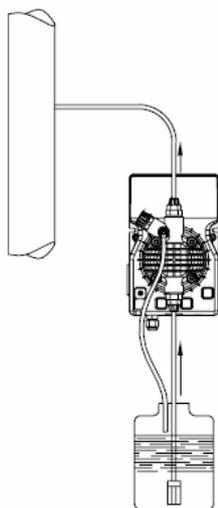
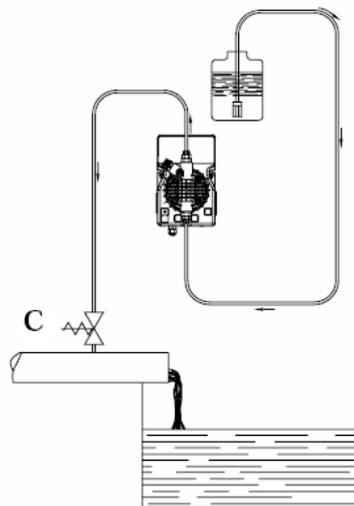

Рис. 5
Рис. 6
**c.** – Расположите насос, как показано на рис. 5, учитывая, что его можно устанавливать, как выше, так и ниже уровня дозируемой жидкости, при этом перепад уровней не должен превышать 2-х метров. Если система работает при атмосферном давлении (без обратного), а емкость с реагентами расположена выше насоса (рис. 6) необходимо часто проверять состояние клапана впрыска, т.к. его износ может вызвать попадание реагента в систему даже при выключенном насосе. Если данная проблема появляется, Вам необходимо установить антисифонный клапан (С) между точкой выброса и клапаном впрыска (либо заменить стандартный клапан впрыска на антисифонный клапан). Не устанавливайте насос над емкостью с химическими препаратами, выделяющими большое количество паров, за исключением случаев, когда емкость герметично закупорена.